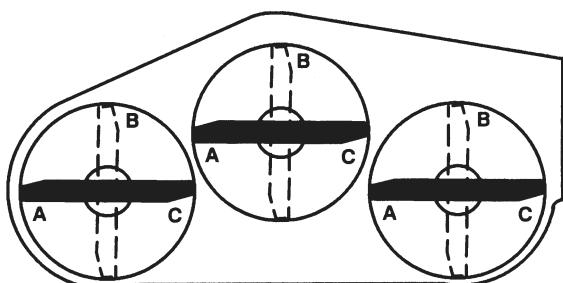

Figure 21
5. Placer les trois lames à la position "A" (Fig. 21) et mesurer la distance entre la surface plane et le bas de l'extrémité de chaque lame (Fig. 22).
6. Noter la dimension mesurée à la position "A". Tourner les lames à la position "B" (Fig. 21) et mesurer la distance entre toutes les lames et la surface plane. Noter les dimensions (Fig. 22).
7. Tourner les lames à la position "C", mesurer la distance et noter la dimension obtenue (Fig. 21, 22).